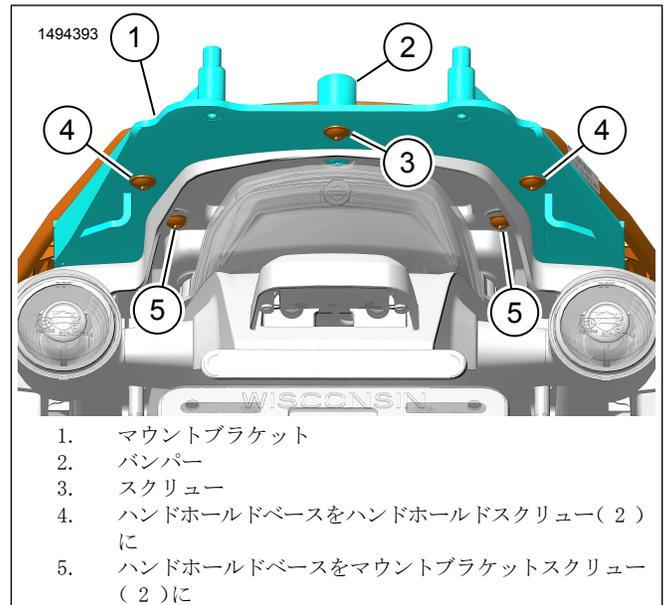

図9。リアマウントスクリュー
- b. 図9を参照してください。マウントブラケットスクリュー(5)にハンドホールドベースを取り付けます。締め付ける。
- b. 図9を参照してください。ハンドホールドベースをハンドホールドスクリュー(4)に取り付けます。